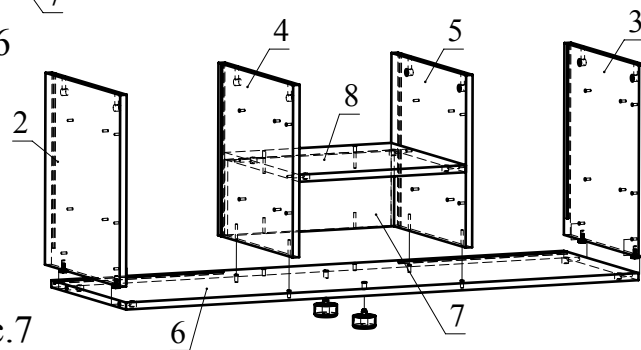

Рис.7
- Установите полученную сборку между деталями 2 и 3 и зафиксируйте, повернув конфирматным ключом головки минификсов по часовой стрелке до упора. Установите опоры регулируемые на деталь 6 (Рис. 7).